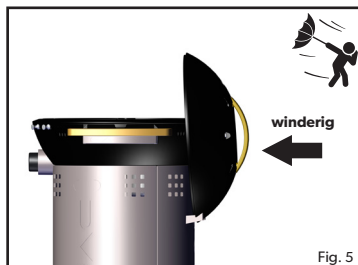

Fig. 5
- LET OP! Als het apparaat wordt gebruikt bij winderig weer, moet de deksel worden gebruikt als windscherm in de positie zoals getoond op afbeelding 5.